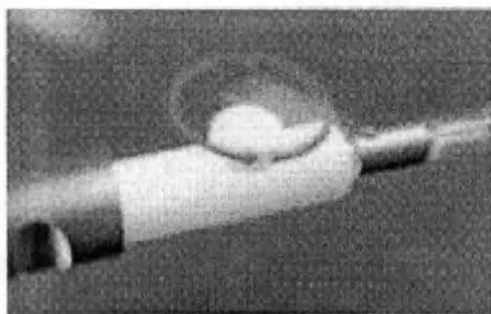

Рис.10
22. При помощи держателя наконечника удерживайте стент-графт в данном положении (эта опция недоступна для систем доставки икстендеров). Чтобы высвободить стент-графт из держателя наконечника, необходимо ослабить микрометрический винт, находящийся на высвобождающем наконечник фиксаторе, для чего нужно повернуть винт против часовой стрелки на 3-4 оборота (Рис.10).